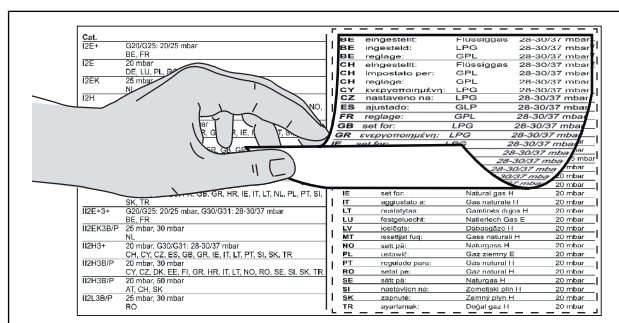

bild 5.28 Klistra fast typskyltarna för munstyckssetet
- ▶ Klistra fast de i leveransen bifogade typskyltarna för munstyckssetet på passande ställe över munstyckssetets typskylt på undersidan av spishällen (se bild 5.28) samt på baksidan av denna bruks- och monteringsanvisning.